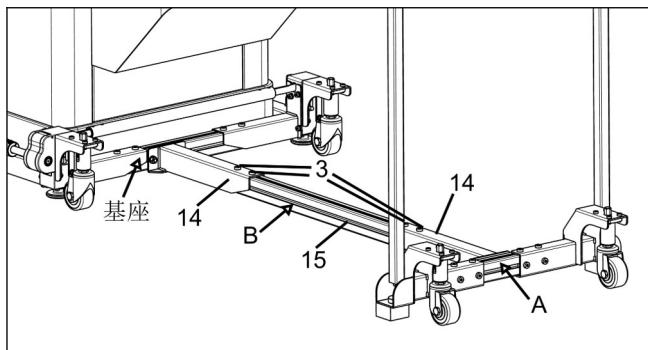

图 23
d. 将延伸杆组件“B”一端与基座固定，另一端与支腿托架组件“A”固定；调整延伸杆“15”位置，使其两端插入延伸杆支架“14”内长度大于 80mm；最后旋紧所有紧固件“3”。（见图 23）